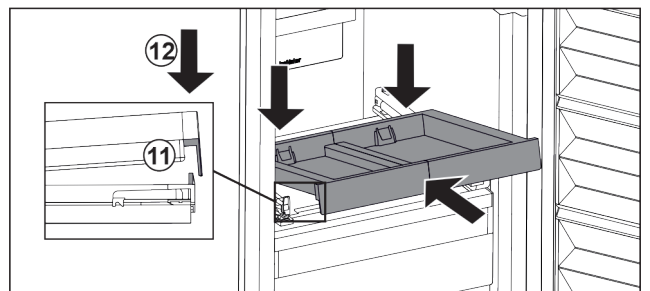

Fig. 127
- ▶ Inserire in modo inclinato. Assicuratevi che l'arresto sia dietro la linguetta su entrambi i lati. Fig. 127 (11)
- ▶ Abbassare il ripiano estraibile nella parte anteriore. Fig. 127 (12)